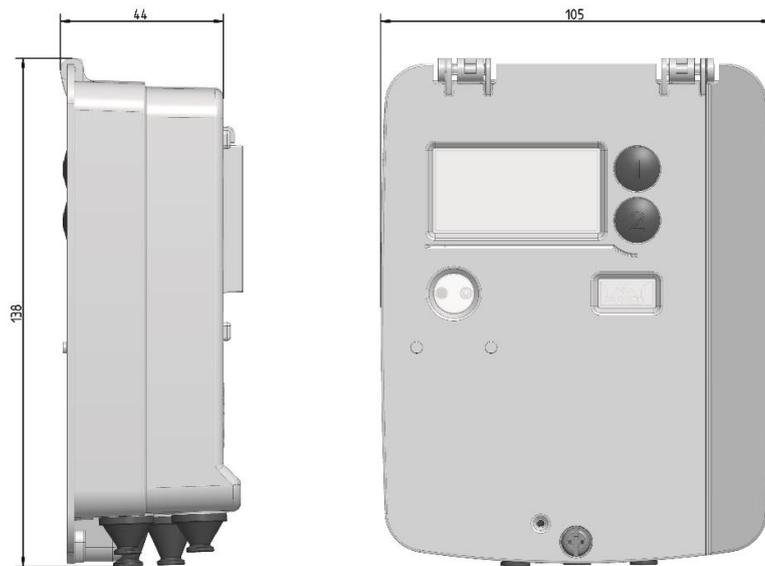

Abb. 1: Maße Rechenwerk
- Schraube am Verschluss vom Gerätedeckel (Abb.1, Nr. 4): mind. 1 Nm